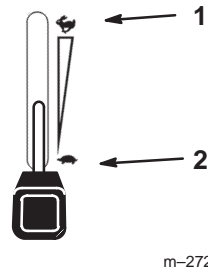

Figure 18
5. Placez la manette d'accélérateur en position de régime maximum pour démarrer à froid (Fig. 18).
1. Désengagez la PDF (Fig. 18).
2. Réglez la manette d'accélérateur à mi-course entre les positions de ralenti et de régime maximum (Fig. 18).